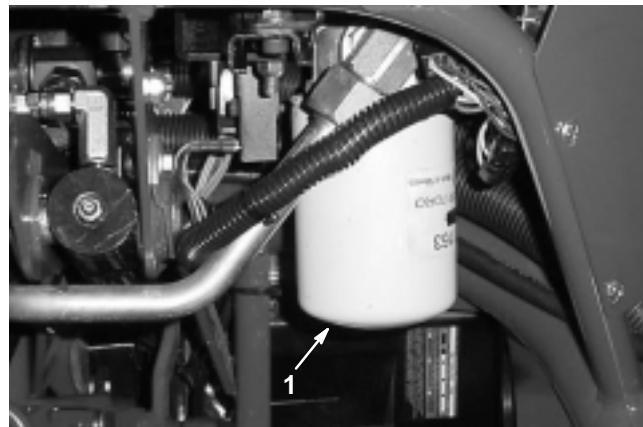

Figure 48
- 1. Nettoyez la surface autour de la surface de montage du filtre (Fig. 48). Placez un bac de vidange sous le filtre et déposez le filtre.